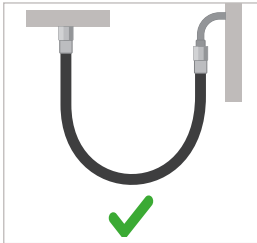
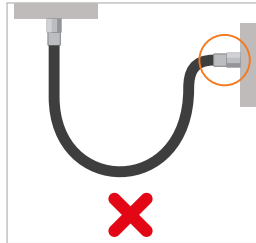

Abbildung 3
Abbildung 4
- ▶ Winkeln oder knicken Sie den Druckschlauch nicht über den zulässigen Biegeradius (siehe Kapitel 4. Technische Daten auf Seite 32) hinaus ab (Abbildung 3 und Abbildung 4).